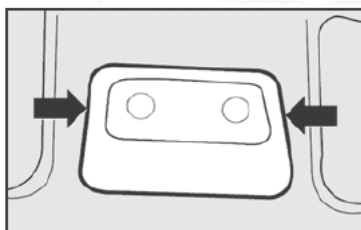

fig. 62
- Utilizando un destornillador en los puntos (fig. 62) quite la consola de toldo completa que está fijada a presión.